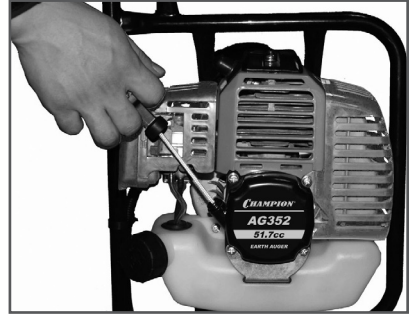

Рис. 7 Свободный ход шнура стартера
6. Выберите свободный ход шнура стартера (Рис. 7). Для этого потяните за ручку стартера до тех пор, пока не почувствуете сопротивление, затем произведите резкий рывок за ручку. Повторите эти действия 5-6 раз до первой вспышки двигателя. Двигатель запускается только на короткое время и сразу глохнет.